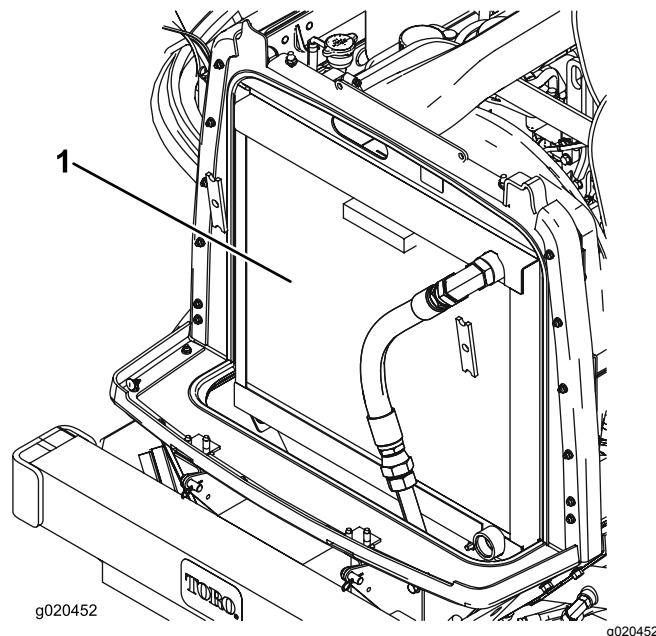

Figure 99
3. Nettoyez soigneusement les deux côtés du radiateur/refroidisseur à l'air comprimé (Figure 99).